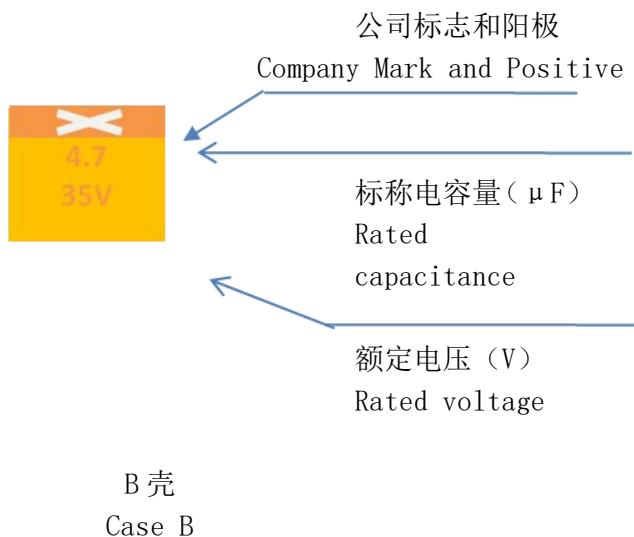

图 2
(1) 商标及正极标识
(2) 标称电容量
(3) 额定工作电压
5.2 标志说明 (举例): 见图 2。